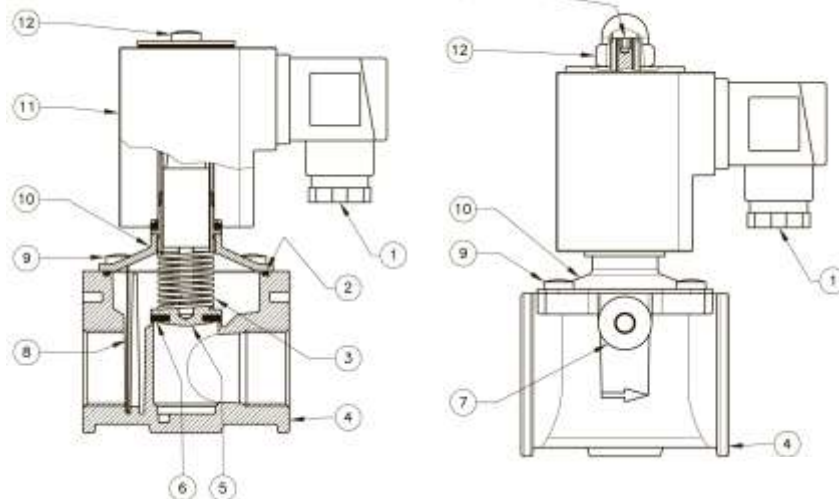

Рис. 1
Клапан (рис. 1) состоит из: электрический коннектор (1); верхнее уплотнительное кольцо (2); пружина запирающего механизма (3); корпус (4); затвор (5); манжета затвора (6); заглушка (7); фильтрующая сетка* (8) (опция); винт (9); крышка (10); электромагнитная катушка (11); винт крепления электромагнитной катушки (12); винт регулировки расхода (13).